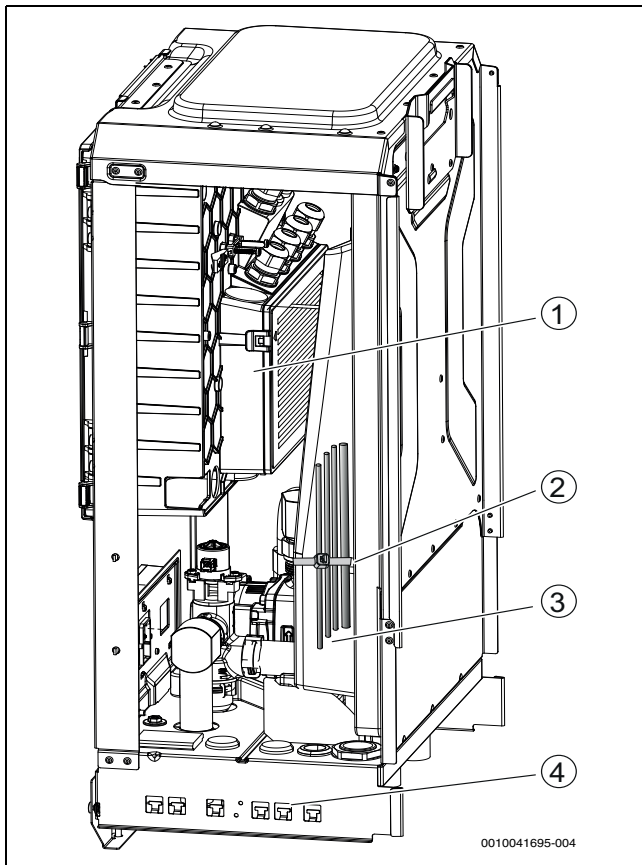

Bild 25 Kabelführung
- Kabel in der Inneneinheit verlegen und befestigen (→ Abbildung 25).